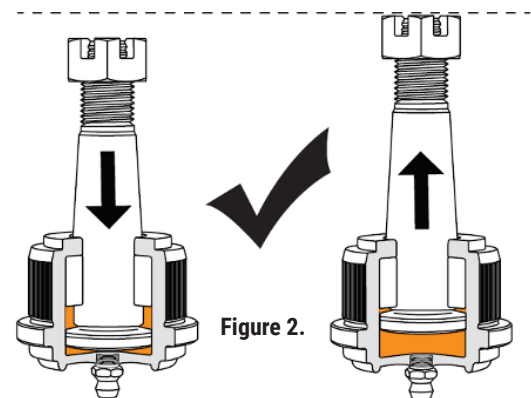

Figure 2.
- Les joints à rotule supérieurs avant Mevotech Original Grade et Supreme portant les numéros de pièce GK3134T et MK3134T présentent tous deux un mouvement télescopique (de haut en bas) entre le goujon et le logement pour compenser les variations de l'ensemble de l'essieu. Ce fonctionnement est normal. **Voir la figure 2.**